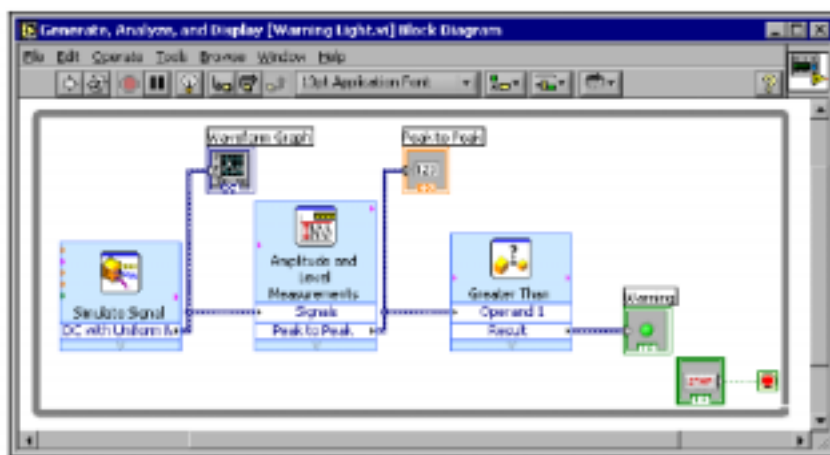

图 2-5 警示灯的程序框图
1. 在程序框图中，移动 **Warning** 连线终端至 Comparison Express VI 的右边。确保 **Warning** 连线终端在循环内，如图 2-5 所示。
2. 连线 Comparison Express VI 的 **Result** 输出到 **Warning** 连线终端程序框图如图 2-5。